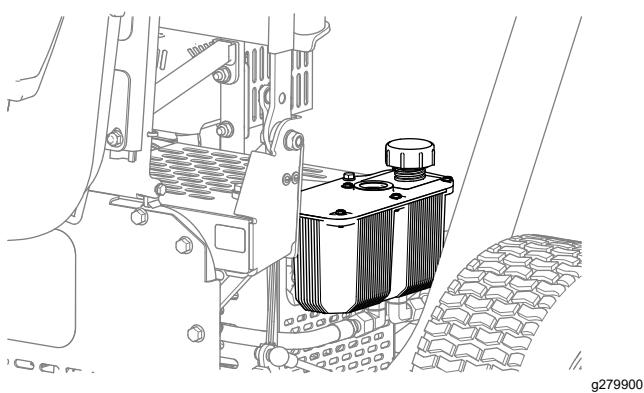

Рисунок 39
4. Установите на место крышку бака (Рисунок 39).
2. Снимите крышку гидравлического бака (Рисунок 39).